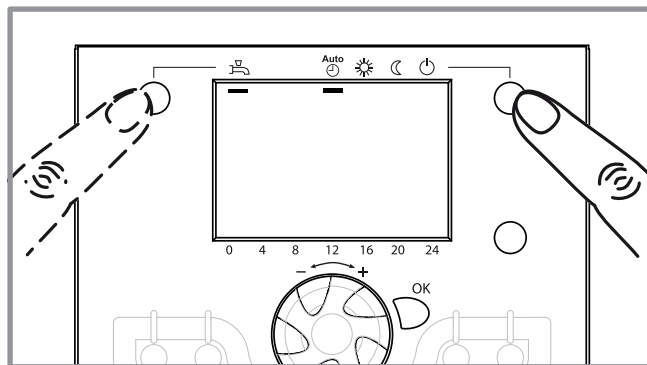

figure 58 - Sélection du régime de chauffe AUTO et puis du régime ECS (selon modèle ou option)
- Sélectionner le régime de chauffe "AUTO" (figure 58).
- Selon modèle et option, sélectionner le régime "ECS" (figure 58).